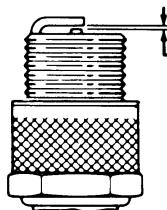

Abbildung 16
- Den Elektrodenabstand auf 0,5 mm (0,020") einstellen (Abb. 16). Die richtig eingestellte Zündkerze und eine Dichtung anbringen. Die Kerze fest mit 19 N·m (14 ft-lb) anziehen.